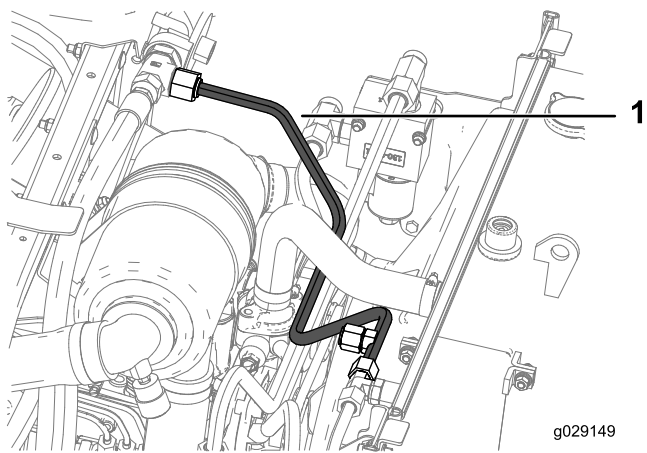

Figure 31
11. Reliez le tube hydraulique G du raccord en T (5/8 x 5/8 x 3/4" mâle) sur la tête du filtre au raccord en T (3/4 x 13/16") près du ventilateur de radiateur, comme montré à la Figure 31.